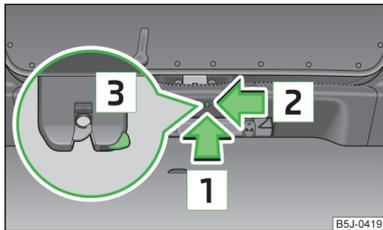

Fig. 19
- Introducir un destornillador o una herramienta similar hasta el tope en la abertura en el revestimiento en dirección de la flecha 1 » fig. 19.